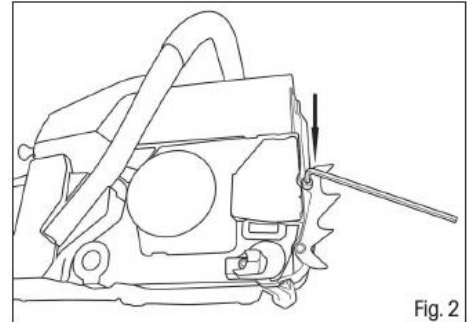

Fig. 2
- Cu ajutorul cheii hexagonale și a șuruburilor incluse în pachet, prindeți pintenii de protecție (vezi fig. 2).